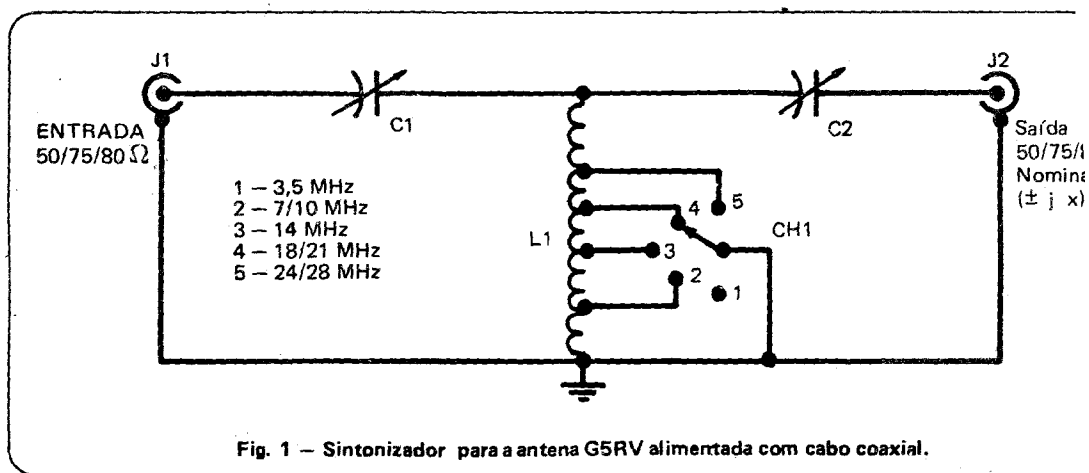

Fig. 1 — Sintonizador para a antena G5RV alimentada com cabo coaxial.
Como vimos, se ligarmos uma antena de 100 ohms a uma linha de descida (no exemplo cabo coaxial de 50 ohms), à medida que formos aumentando o comprimento dessa linha iremos diminuindo o valor da impedância que aparece na outra ponta, até que, quando o comprimento for de 1/4 de onda, encontraremos 25 ohms. A partir daí, se continuarmos a aumentar o comprimento do cabo, a impedância começará a aumentar até chegar novamente aos 100 ohms, o que ocorrerá quando o cabo tiver dois quartos de onda, ou seja 1/2 onda. Aumentando ainda mais, a impedância voltará a diminuir e chegará outra vez aos 25 ohms quando o comprimento do cabo for de 3/4 de onda, chegando mais uma vez aos 100 ohms, ao "esticarmos" o cabo até 4/4 de onda, equivalente a duas vezes meia onda, ou seja, uma onda completa. A Fig. 1 ilustra bem este fato.
Fig. 1 — Este gráfico — derivado da equação (1) apresentada no texto demonstra por que muitos pensam ser possível “ligar a estação” do sistema de antena mediante “ajustes” no comprimento da linha de alimentação. Nele está ilustrado o comportamento de uma linha utilizando cabo coaxial com impedância característica de 50 ohms, terminada com uma carga resistiva de 100 ohms, e, conseqüentemente, “descasada” com o cabo. Observa-se que a impedância refletida (z) na outra extremidade do cabo varia entre um máximo de 100 e um mínimo de 25 ohms, dependendo do comprimento em que for “cortado”. Assim, se o cortarmos em  $1/8$  ou em  $3/8$  de onda, a impedância refletida será de 50 ohms — ou seja, a apropriada para a maioria dos transmissores. Todavia, na realidade, a carga (ou antena) de 100 ohms, continuará descasada de 2:1 em relação ao cabo, embora um refletômetro intercalado, na outra extremidade, entre a linha e o transmissor, irá indicar r.o.e. aparentemente “ideal” de 1:1. Observações: 1) se a linha de transmissão for terminada com carga idêntica à sua impedância característica de 50 ohms, em qualquer ponto da extensão da linha a impedância refletida será dos mesmos 50 ohms — ou seja, um casamento perfeito entre a carga (antena), a linha e o transmissor; 2) nos pontos em que a linha tiver comprimento igual a múltiplos pares de  $1/4$  de onda ( $1/2$  onda,  $1/1$  onda etc.), a impedância refletida será sempre idêntica àquela apresentada pela carga; isto explica por que, durante ajustes de antenas, é conveniente utilizar linha com comprimento que seja múltiplo par de  $1/4$  de onda, pois o que se ler “cá em baixo” será exatamente o valor que estiver “lá em cima”.